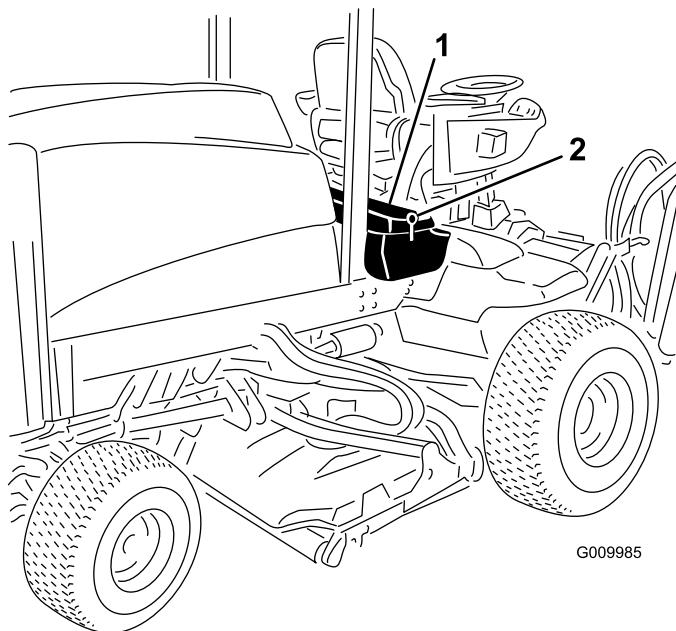
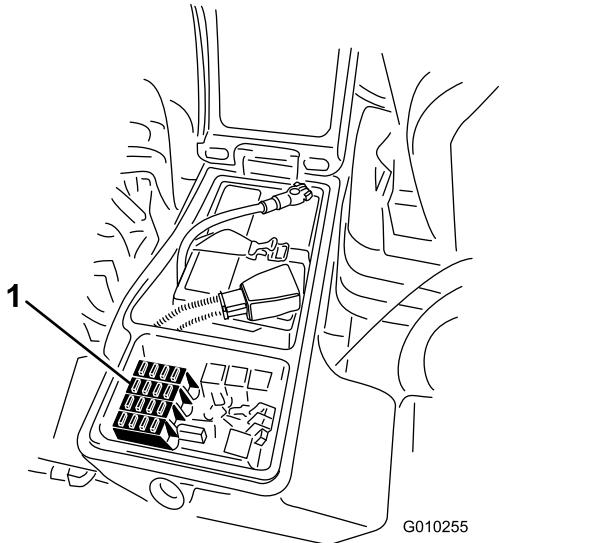

図 77
図 78
1. 右側の物入れのカバーのラッチを外してベルトカバーを外し図 77、ヒューズブロックを露出させる図 78。
2. 必要に応じてヒューズを交換する図 78。
3. 右側の物入れのカバーを閉じてラッチで固定する図 77。